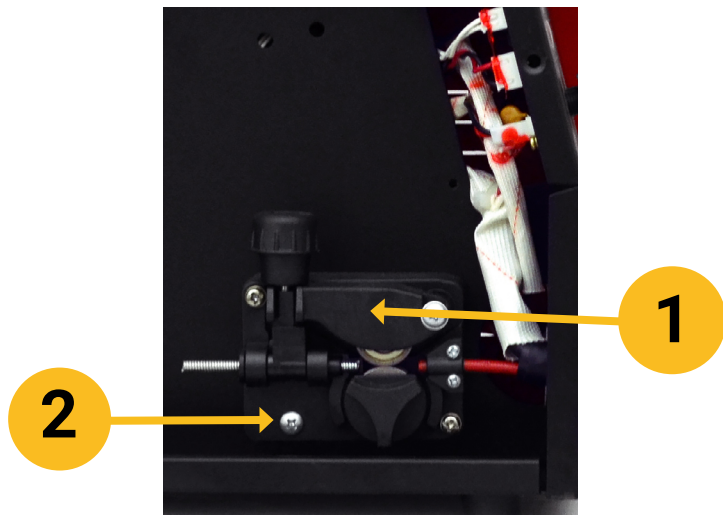

Fig. 1
1. Abra o braço de pressão, peça 1, Fig. 1;
2. Abra o braço da roldana superior, peça 2, Fig. 1;